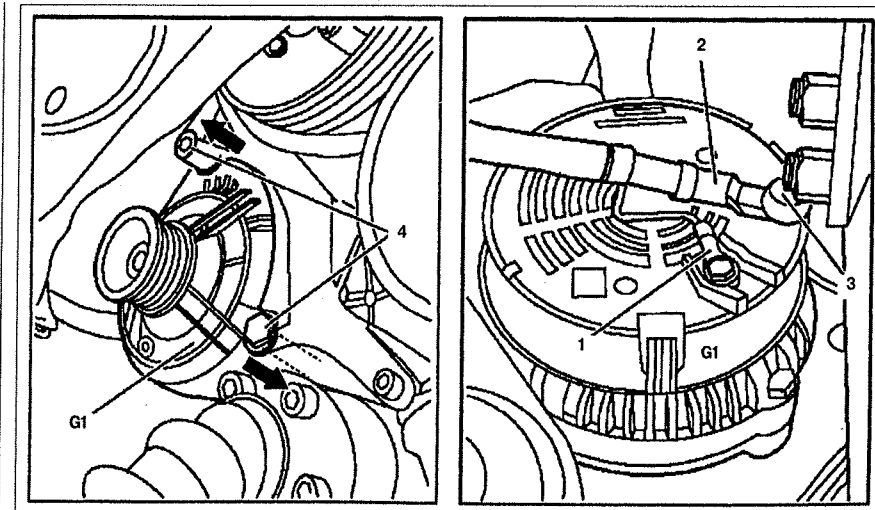

Рис. 4.79. Генератор:
3. Отсоедините правую полуось (стрелка) от промежуточного ведущего вала (см.рис.4.79).